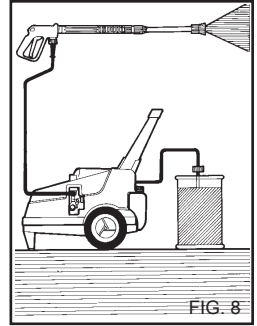

FIG. 8
1) Nach einem Waschvorgang mit Reinigungsmittel den Absaugzyklus nachspülen; das Absaugrohr (Fig.8) in einen Kanister mit sauberem Wasser stecken und die Pumpe bei völlig geöffnetem Dosierungshahn und bei Lanze in Reinigungsmittel-Abgabeposition eine Minute lang laufen lassen.
4) Nach einem Waschvorgang mit Reinigungsmittel den Absaugzyklus nachspülen; das Absaugrohr (Fig.8) in einen Kanister mit sauberem Wasser stecken und die Pumpe bei völlig geöffnetem Dosierungshahn und bei Lanze in Reinigungsmittel-Abgabeposition eine Minute lang laufen lassen.